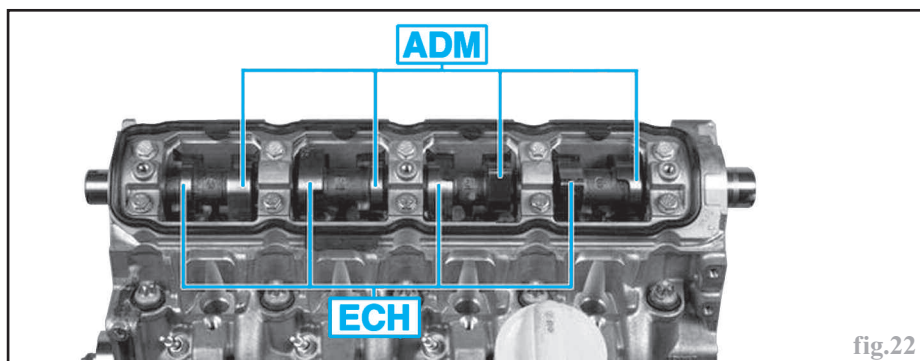

fig.22
- Noter le jeu mesuré et procéder de la même manière pour les autres cylindres n°2, 1 et 3 en respectant l'ordre préconisé (fig.21) et la disposition des soupapes (fig.22).
- (A) Soupape du cylindre en "bascule"